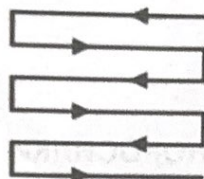

Рис. 16
- Косите рядами, слегка перекрывающимися друг друга. Наиболее эффективным способом стрижки газонов являются прямые линии вдоль одной из сторон. Это позволит сохранить ряды ровными и гарантирует, что весь газон будет подстрижен без пропусков (рис. 16).